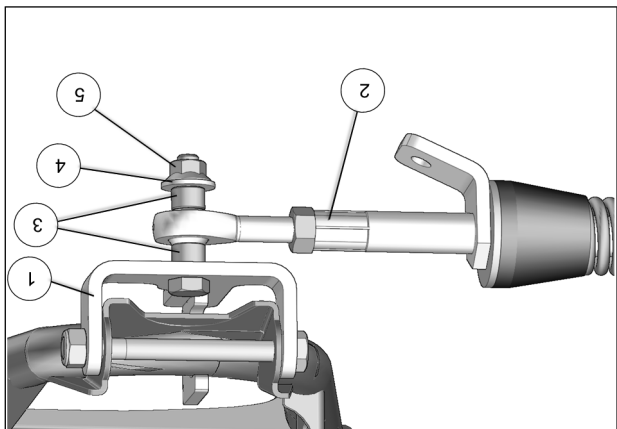

Fig. 12
11. Fixer le bras stabilisateur (2) à l'ancrage de suspension (1) à l'aide des espaceurs (3), de la rondelle (4) et de l'écrou autobloquant (5). Serrer à un couple de 70 N•m [52 lb•pi]. Voir la Fig. 12